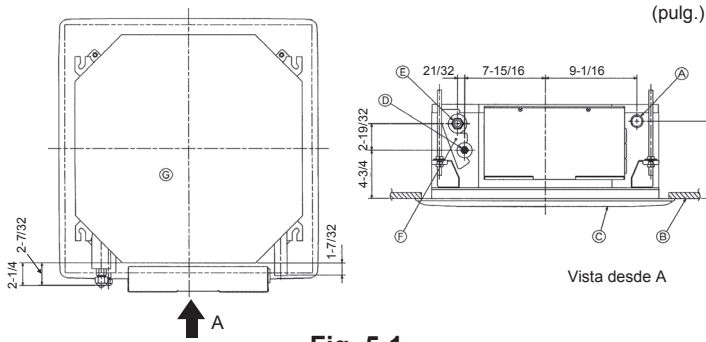
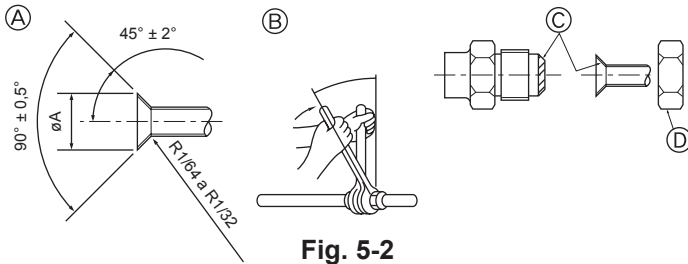

Fig. 5-1
Fig. 5-2
5.1. Ubicaciones de los tubos de refrigerante y drenaje de la unidad interior (Fig. 5-1)
- (A) Tubo de drenaje
- (B) Techo
- (C) Rejilla
- (D) Tubo de refrigerante (líquido)
- (E) Tubo de refrigerante (gas)
- (F) Alimentación de agua
- (G) Unidad principal
5.2. Tubos de conexión (Fig. 5-2)